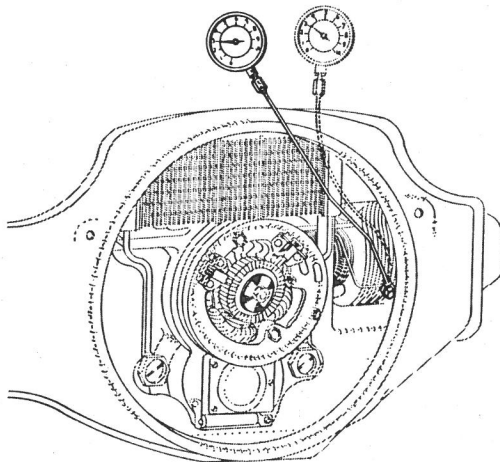
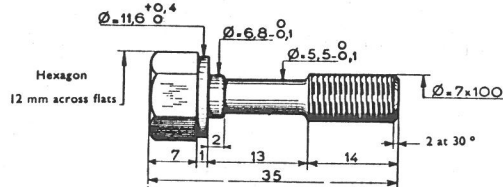

Fig. 6. Manometrets montering på topstykkets olienippel.
Fig. 7. Skitse af specialnippel til forbindelse af manometret ved kontrol af olietryk.
3. Aftag olierørets nippel på venstre topstykke og tilslut et manometer ved hjælp af en specialnippel - fig. 6. Specialniple kan ikke købes, men fremstilles efter skitsen fig. 7.